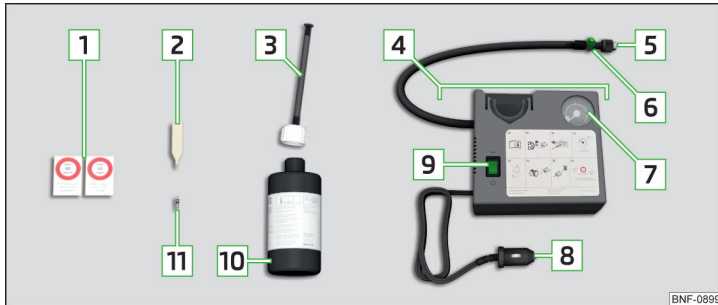

Abb. 316 Pannensetbeschreibung
- › Den Ventileinsatzdreher 2 » **Abb. 316 auf Seite 292** auf den Ventileinsatz stecken, sodass der Ventileinsatz in den Schlitz des Ventileinsatzdrehers passt.
- › Den Reifenfüllschlauch **5** » **Abb. 316** auf Seite 292 fest auf das Reifenventil schrauben.